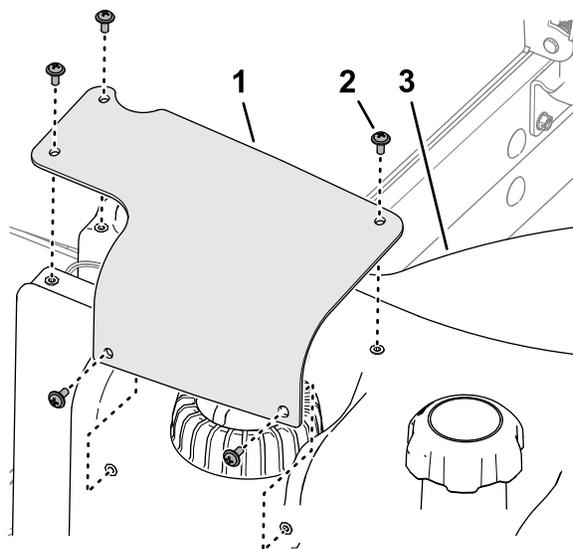

Figura 87
2. Retire os cinco parafusos de cabeça Phillips que prendem a cobertura de alimentação de combustível ao depósito de combustível e retire a cobertura (Figura 87).